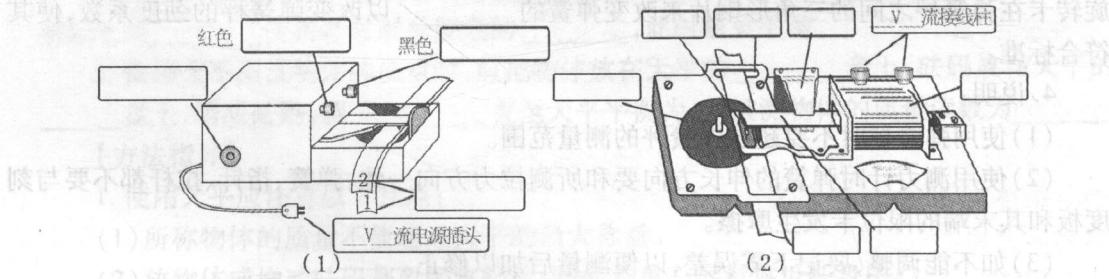

图1-1-6
3. 图1-1-6(1)是_____计时器。请在图(1)的方框中填上相应部件的名称。
4. 图1-1-6(2)是_____计时器。请在图(2)的方框中填上相应部件的名称。